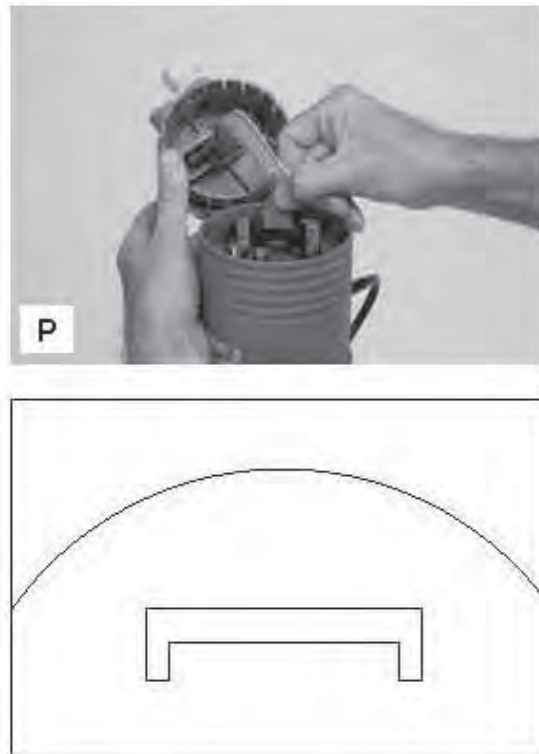

Fig. 6
P. Replacer le câble-ruban sur son connecteur. S'assurer que la fiche est correctement insérée, voir Fig. 6.